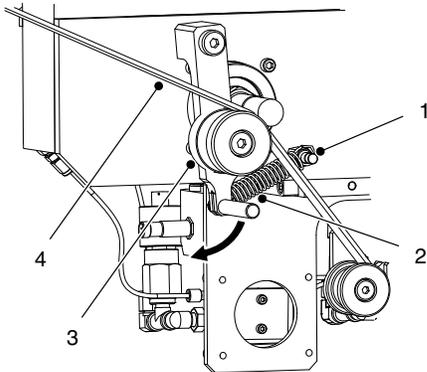
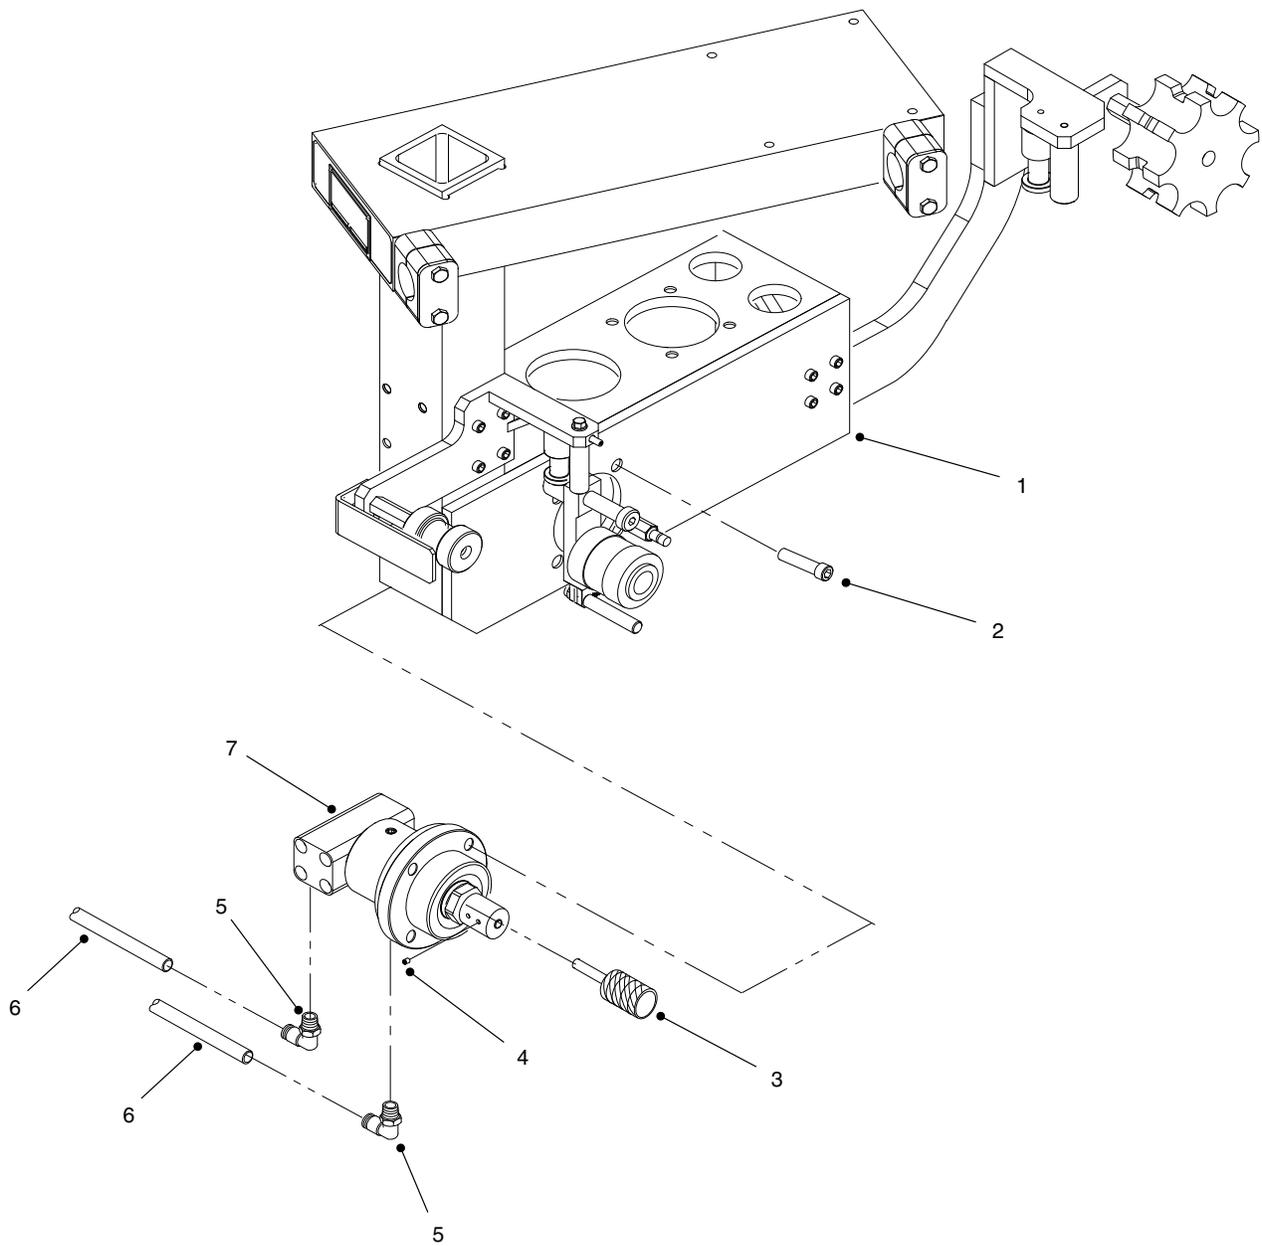

Abb. 7 Filz und Feder abnehmen
Abb. 8 Zufuhr-Drehaktor ersetzen
2. Siehe Abb. 7. Den Filz (4) von der Spannarmrolle (3) abnehmen.
3. Die Spannarmfeder (2) vom Federhaltestift (1) abnehmen.
4. Siehe Abb. 8. Die Luftleitungen (6) kennzeichnen und von den Anschlüssen (5) abnehmen.
5. Die Einstellschrauben (4) abnehmen, mit denen die Spannarmrolle (3) am Zufuhr-Drehaktor (7) befestigt ist.
6. Die Schrauben (2) abnehmen, mit denen der Zufuhr-Drehaktor (7) am Rahmen (1) befestigt ist.
1. Siehe Abb. 8. Loctite 242 auf die Gewinde der Schrauben (2) auftragen. Den Zufuhr-Drehaktor mit den Schrauben am Rahmen (1) installieren. Die Schrauben festziehen. Anzugsmoment: 92 ± 9 in.-lb ($10,4 \pm 1$ N•m).
2. Die Anschlüsse (5) am Zufuhr-Drehaktor (7) installieren. Anschlüsse gut anziehen. Die Luftleitungen (6) an die Anschlüsse anschließen. Die Kennzeichnungen entfernen.
3. Loctite 242 auf die Gewinde der Einstellschrauben (4) auftragen. Die Spannarmrolle (3) mit den Einstellschrauben am Zufuhr-Drehaktor (7) befestigen. Die Schrauben mit 14 ± 2 in.-lb ($1,5 \pm 0,2$ N•m) anziehen.
4. Siehe Abb. 7. Die Spannarmfeder (2) am Federhaltestift (1) installieren. Den Filz (4) um die Spannarmrolle (3) installieren.